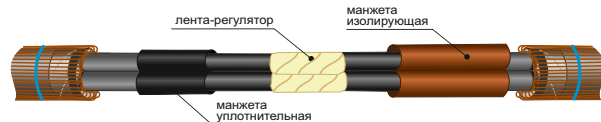

Рис. 7
13. Отделите ленту-регулятор от подложки и обмотайте этой лентой с небольшим натяжением и 50% перекрытием соединители всех жил по отдельности, заполняя неровности соединителей и пустоты между торцами соединителей и изоляцией жил. Обмотку лентой-регулятором следует начинать от усеченных ранее трубок выравнивания электрического поля с заходом на них на 5-10мм (рис.7).